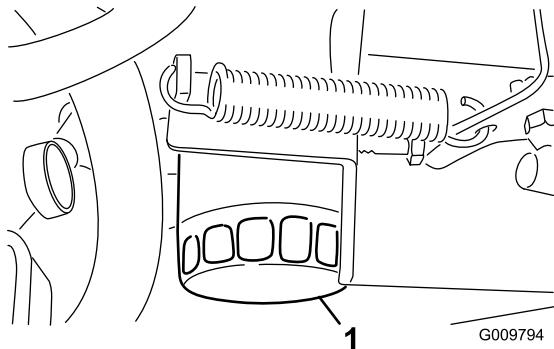

Figura 48
3. Togliete il filtro dell'olio (Figura 48).